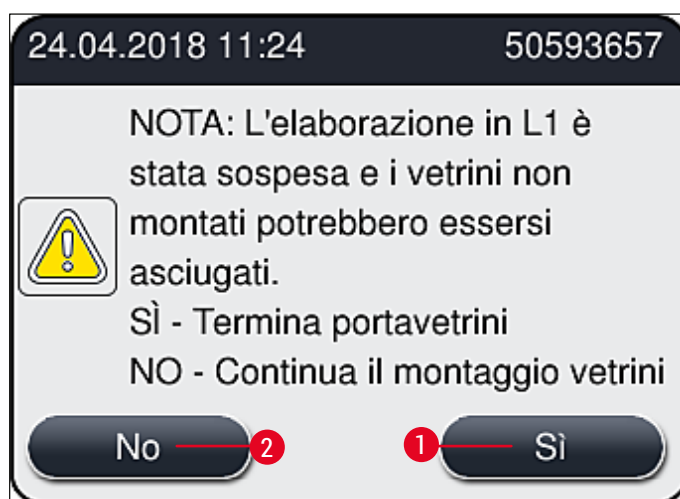

Fig. 112
9. Il software dello strumento esegue una scansione del livello di riempimento. Al termine del controllo l'utente viene avvisato da un messaggio informativo (→ Fig. 112).